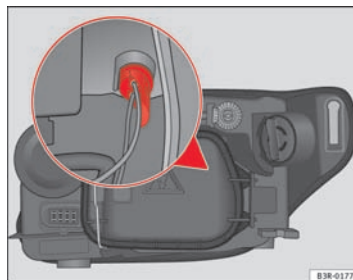

Fig. 223 Ampoule feux de position
- Retirez le support d'ampoules en le saisissant par la base ⇒ fig. 223 (on peut aussi l'extraire en tirant les câbles du support).